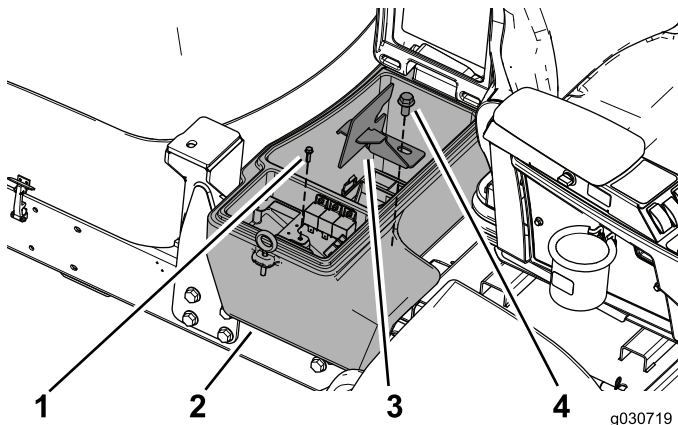

Figure 22
5. Utilisez la vis pour fixer la plaque du faisceau et le boulon (1/2 x 1 po) au dispositif de maintien de la batterie et le compartiment de la batterie à la machine (Figure 22).